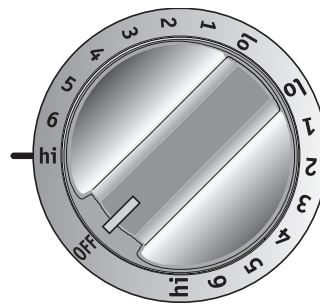

Figure 1
2. Poussez et tournez le bouton tel que montré à la figure 1 pour faire fonctionner la zone interne de l'élément double ou tel que montré à la figure 2 pour faire fonctionner l'élément double au complet.